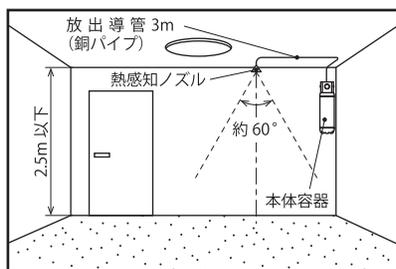
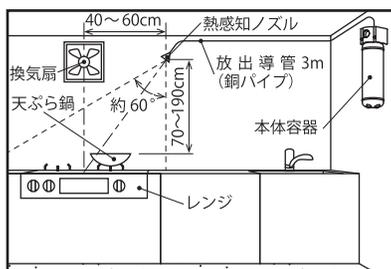
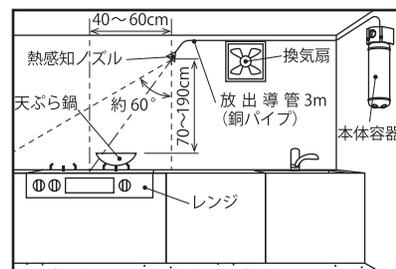

図1
図2
図3
① 一般居室に設置する場合（図1）
② 台所に設置する場合：換気扇がレンジ中心の真上にある場合（図2）
③ 台所に設置する場合：換気扇がレンジから離れている場合（図3）
本体容器は、熱感知ノズルの位置から3m以内の丈夫な壁、または柱に設置してください。（図1・図2・図3）